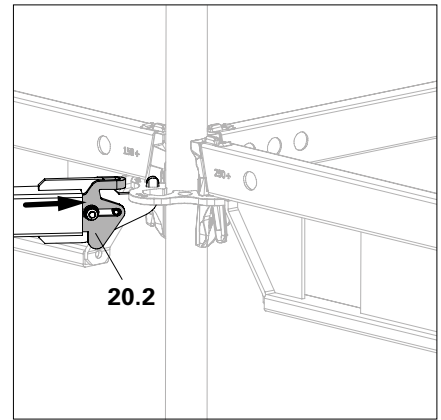
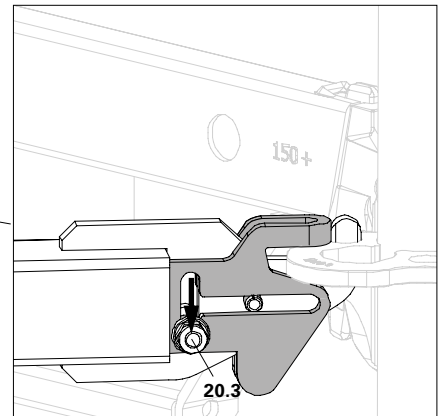

Abb. A4.01d
Abb. A4.01f
- 3. Schieber in Richtung Rosette schieben bis Sicherungsbolzen (20.3) in die Längsnut fällt. (Abb. A4.01d – Abb. A4.01f)